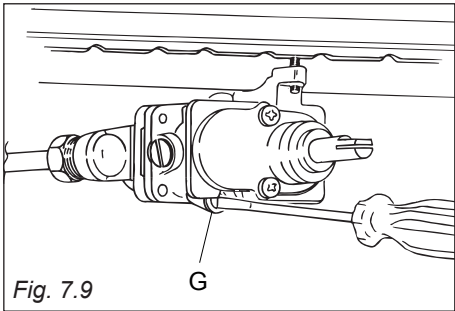

Fig. 7.9
- Sfilare la manopola del termostato e con un cacciavite a taglio svitare di circa 3 giri la vite by-pass “G” (fig. 7.9) passando attraverso l’apertura del cruscotto;
- Dopo aver tolto nuovamente la manopola e facendo molta attenzione a non ruotare l’asta del rubinetto, avvitare lentamente la vite by-pass “G” (fig. 7.9) fino all’ottenimento di una fiamma lunga 3-4 mm.